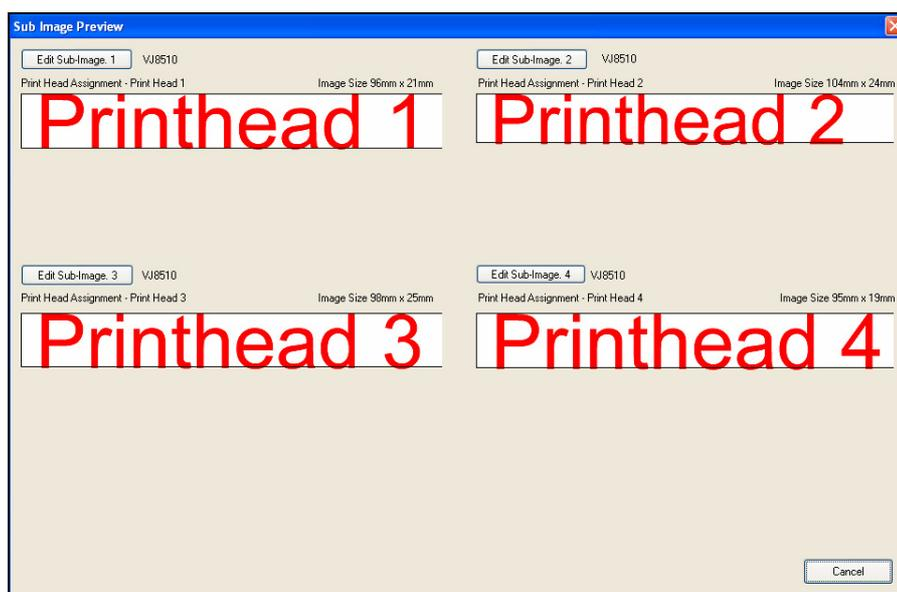

Рис. 5-25: Фрагмент изображения
- Все индивидуально: Каждая головка печатает разные данные в одном задании. При выборе данного режима в новом задании на печать будет доступно ровно столько полей, сколько соответствует числу в пункте *Количество печатающих головок*. Каждое поле представляет собой отдельный фрагмент изображения, который можно редактировать через меню фрагментов изображений (см. Рис. 5-25).